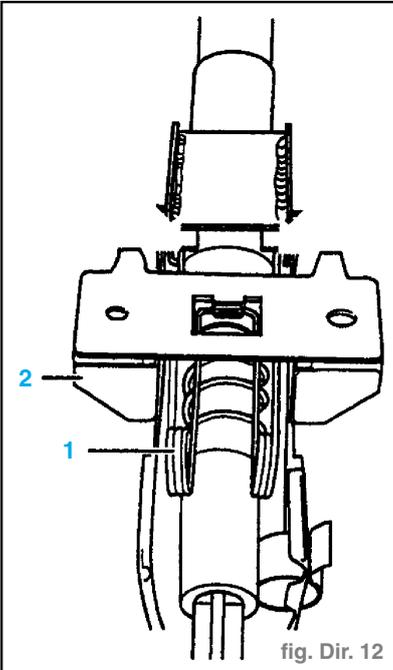

fig. Dir. 12
- Accrocher le ressort (1) dans le palier de fixation (2). (fig. Dir. 12)